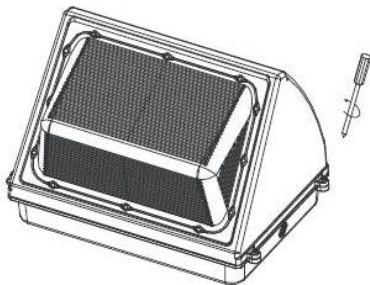

Figure 1
3. Desserrez les vis sur le côté de l'appareil. (Figure 1)